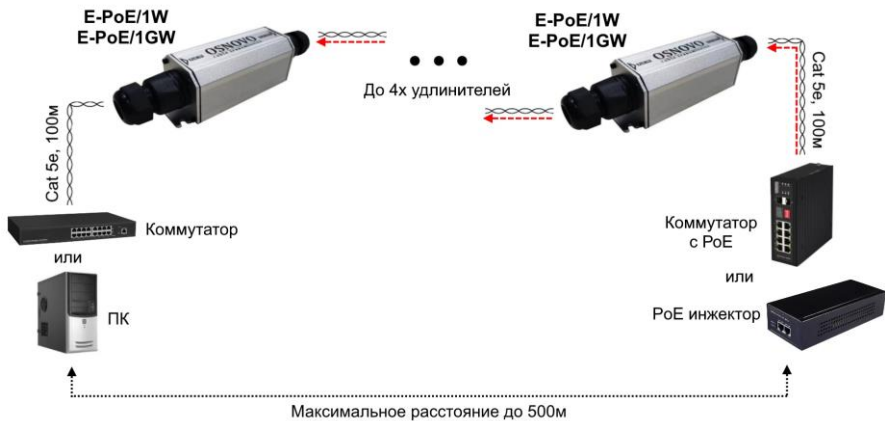

Рис.4 Схема подключения оконечного устройства без PoE к удлинителям E-PoE/1W, E-PoE/1GW.
- Допускается подключение оконечных устройств без PoE к выходному порту удлинителей, в этом случае удлинители будут работать в режиме передачи данных Ethernet (при этом питание самих удлинителей осуществляется по PoE, (Рис.4)).